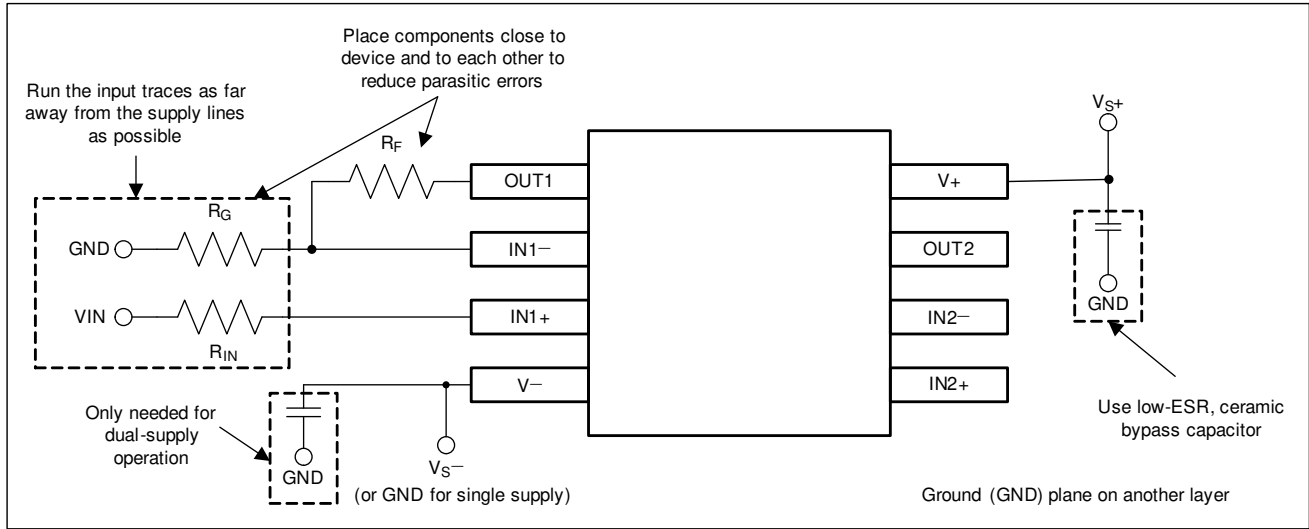

図 9-3. 非反転構成のオペアンプ基板のレイアウト
- 外付け部品は、可能な限りデバイスに近く配置します。図 9-3 に示すように、 R_F と R_G を反転入力に近づけて配置すると、寄生容量が最小化されます。